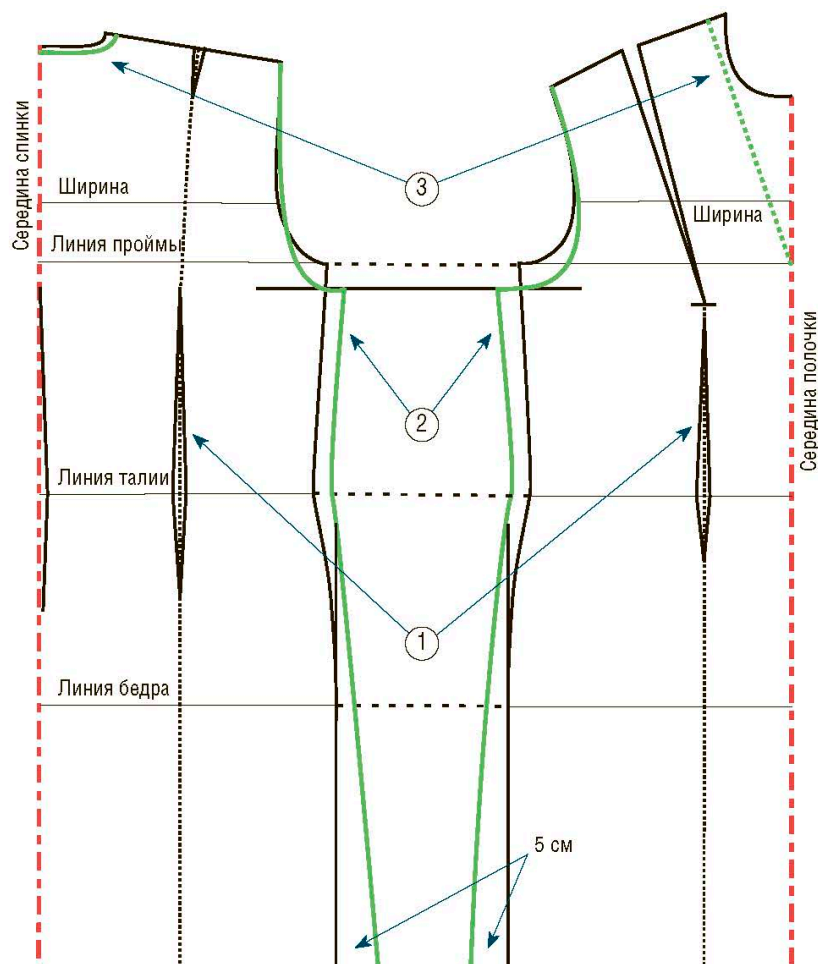

Рис. 1
Начертите базовую выкройку по стандартным или индивидуальным размерам. Если речь идет о пошиве платья на заказ, то очень важно соблюдать правила, изложенные на с. 19 (снятие мерок), а в дальнейшем – пользоваться рекомендациями по вычерчиванию конструктивных линий, особенно когда мы имеем дело с фигурой, на которой выделяется крупная грудь (с. 48) или выпирающий живот (с. 54). Потом нужно внести изменения, обозначенные на рис. 1 (на следующей странице), для получения готовой выкройки платья.
Спинка. Начертите линию вырезания спинки от середины плеча и далее, к середине линии проймы, затем спуститесь вертикально до низа платья (рис. 1, черная пунктирная линия на спинке). На этой линии обозначьте вытачки на талии и на плече.
③ На спинке надо увеличить вырез горловины на 1 см в глубину и на 2 см в сторону плеча (зеленая линия на рис. 1). Потом на полочке расширьте линию плеча на 2 см и обозначьте желаемую глубину выреза. В представленном здесь случае высота намечена до базовой линии проймы (обозначена зеленым пунктиром).